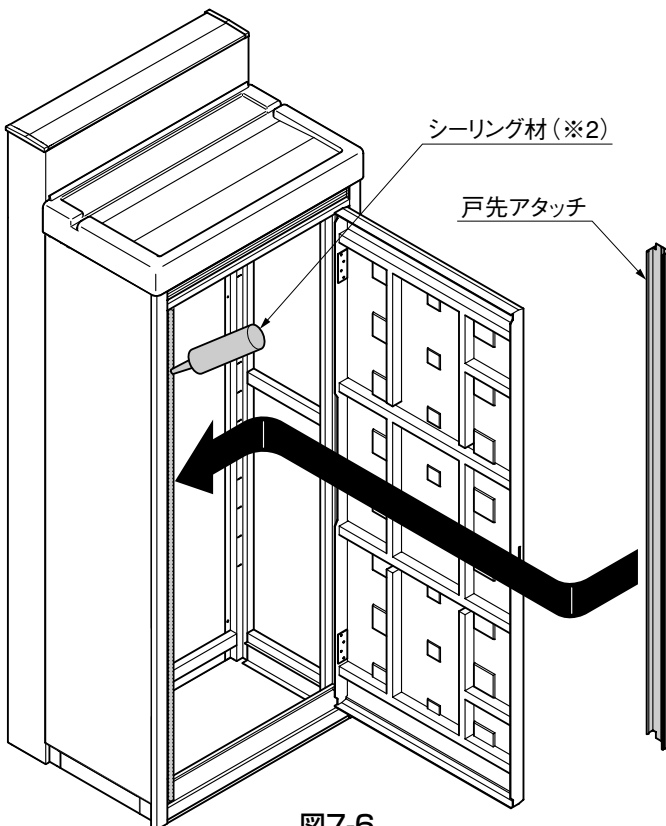
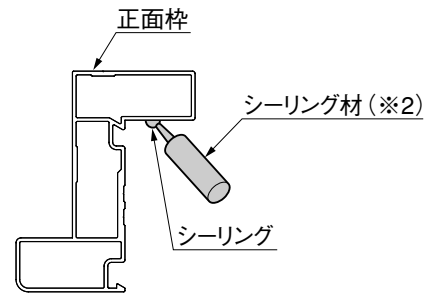
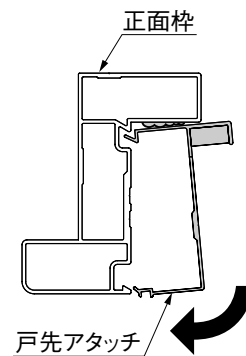

図7-6
図7-7
図7-8
① 正面枠にシーリング材を塗り戸先アタッチを取付けてください。(図7-6、図7-7、図7-8参照)